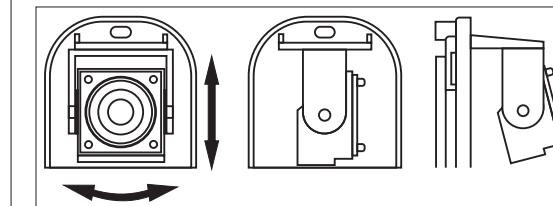

Figura 5
- Direcione a lente da unidade TX para a unidade RX através dos ajustes vertical e horizontal (Figura 5);
- Direcione a lente da unidade RX para a unidade TX através dos ajustes vertical e horizontal (Figura 5);